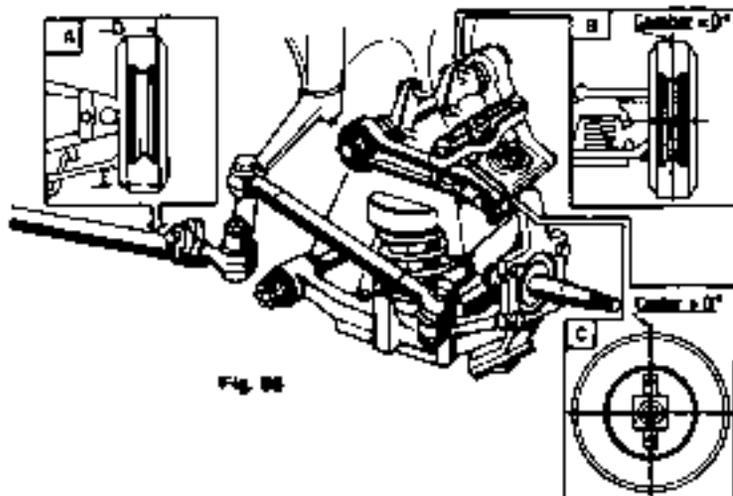

Fig. 66
2. Chiudere il rubinetto a 3/4 di giri, collegandolo al manometro sulla zona motore (vedi fig. 66 e 1) e quello sul collettore di aspirazione tramite il tubo G di fig. 6-10 sul cruscotto.
#### GEOMETRISCHE EINSTELLUNG DER VORDERRAEDER (Abb. 66)